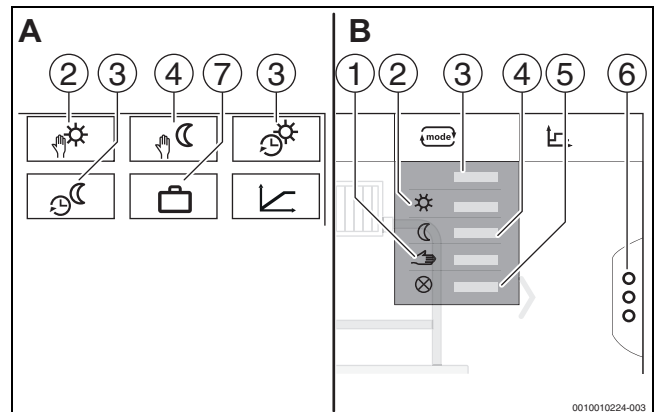
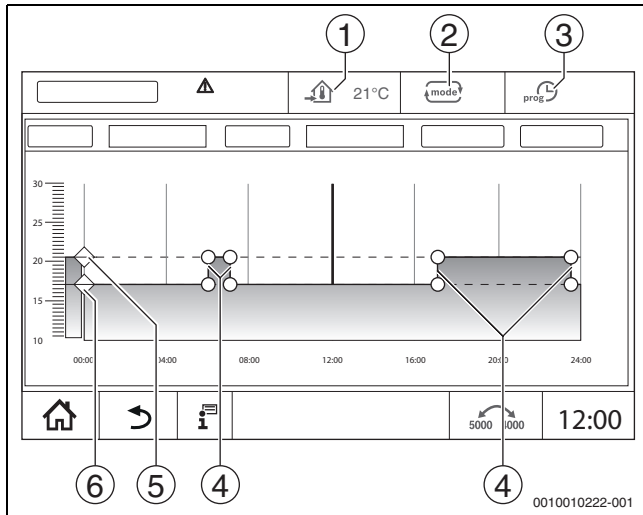

Рис. 34 Виды режимов работы
Рис. 35 Изменение Автоматический пониженный режим во временной программе
Для режимов работы (→ рис. 35, [2], стр. 56) и расширенных функций (→ рис. 34, [6], стр. 34) можно задать собственные температуры и критерии переключений. Настройки можно выполнять отдельно для каждого отопительного контура и для каждого режима работы.
- **Ручной режим отопления** (→ рис. 34, [2])
- **Ручной пониженный режим** (→ рис. 34, [4])
- **Отпуск** (→ рис. 34, [7])
Автоматический режим отопления предварительно задается через параметры в сервисных меню. Параметры можно изменить в программе работы по времени (→ рис. 35, [4], [5], стр. 56).
Автоматический пониженный режим предварительно задается через параметры в сервисных меню. Параметры можно изменить в программе работы по времени (→ рис. 35, [4], [6], стр. 56).
- ▶ Измените значения температуры смещением точек (→ рис. 35, [5], [6]).